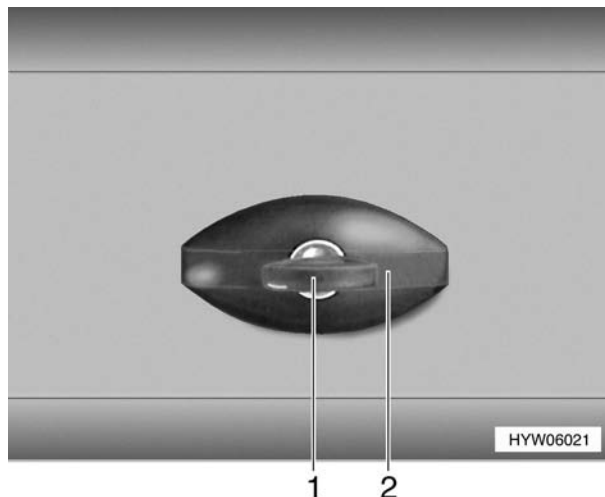

Fig. 35 Serratura dello sportello (variante 3), chiusa
- ▷ In caso di pioggia è possibile che dell'acqua penetri nella serratura aperta dello sportello. Chiudere perciò la maniglia della serratura (Fig. 35,2) come illustrato in Fig. 35.
- Inserire la chiave nel cilindro della serratura (Fig. 35,1) e girare in senso antiorario di un quarto di giro. La maniglia della serratura (Fig. 35,2) scatta all'infuori.